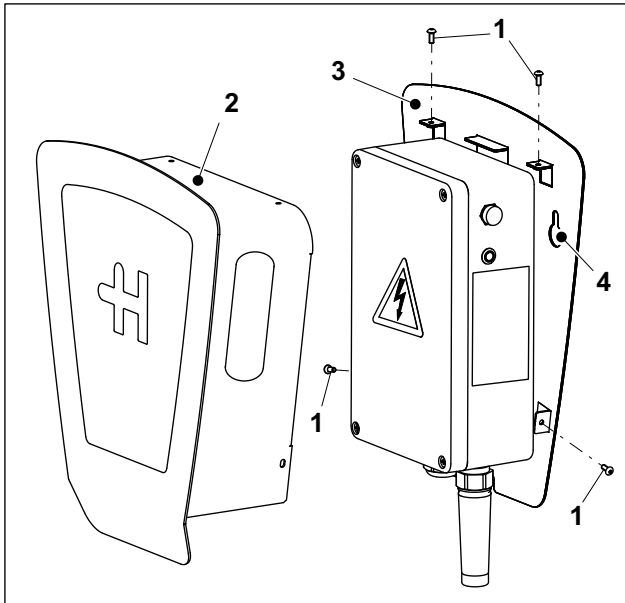

Fig. 7 Heidelberg Wallbox Home Eco capot de protection
10. Poser le capot de protection et serrer les quatre vis M4x10 (fig. 7/1) (1,8 Nm). Les quatre vis font partie du jeu de pièces détachées.